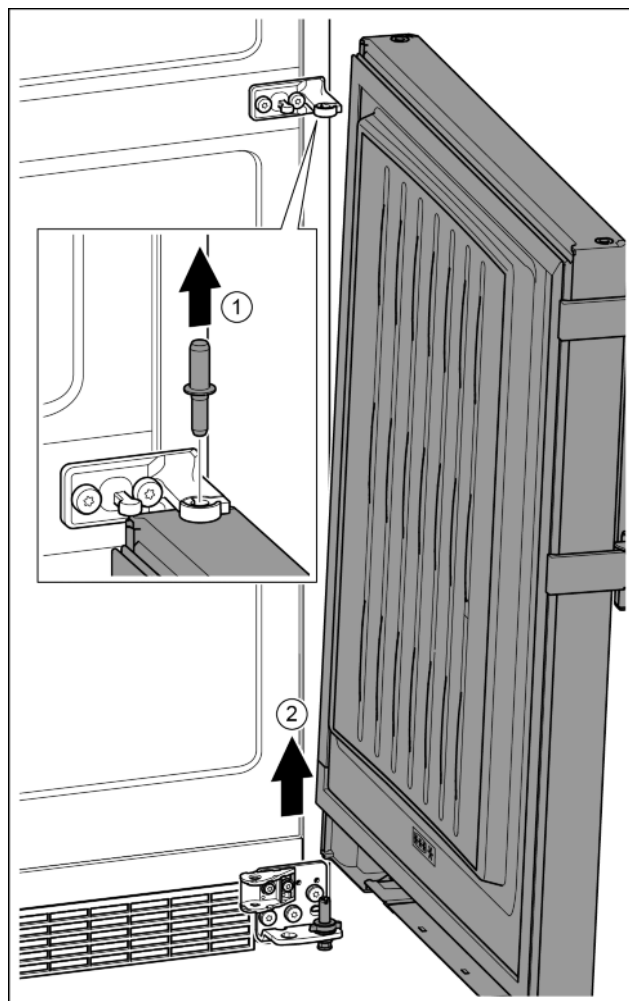

Fig. 23
- ▶ Извлечь пальцы движением вверх. Fig. 23 (1)
- ▶ Отклонить дверь, приподнять вверх и отставить в сторону. Fig. 23 (2)